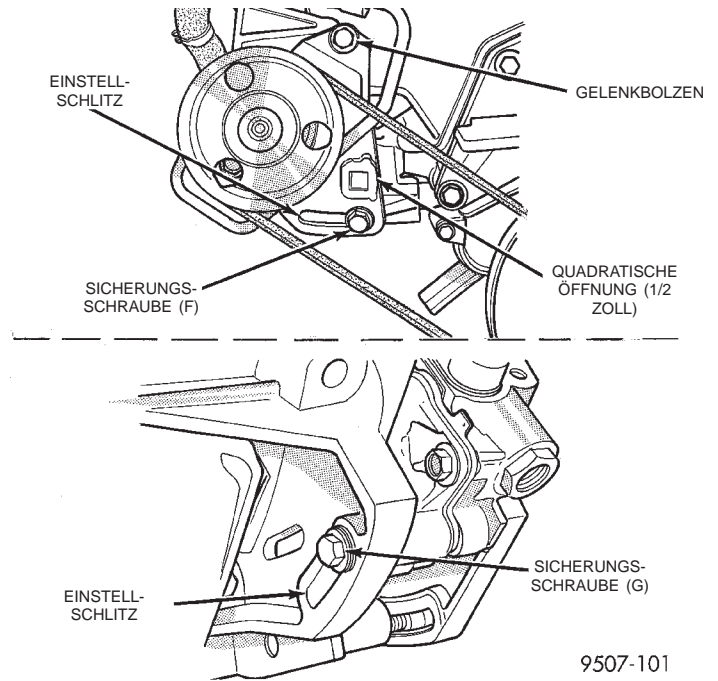

Abb. 39 Antriebsriemen der Servopumpe einstellen
(1) Von der Fahrzeugoberseite her den Gelenkbolzen lösen (Abb. 39).
(2) Von der Fahrzeugunterseite her die Sicherungsschrauben F und G lösen (Abb. 39).
(3) Den Antriebsriemen auflegen und die Riemenspannung mit Hilfe eines in die Einstellhalterung eingesteckten 1/2 Zoll-Rechteckstabes einstellen (Abb. 39). Entsprechende Einstellwerte siehe Tabelle (Abb. 40).
(4) Die Sicherungsschraube G mit einem Anzugsmoment von 28 N·m (250 in. lbs.) festziehen (Abb. 39).